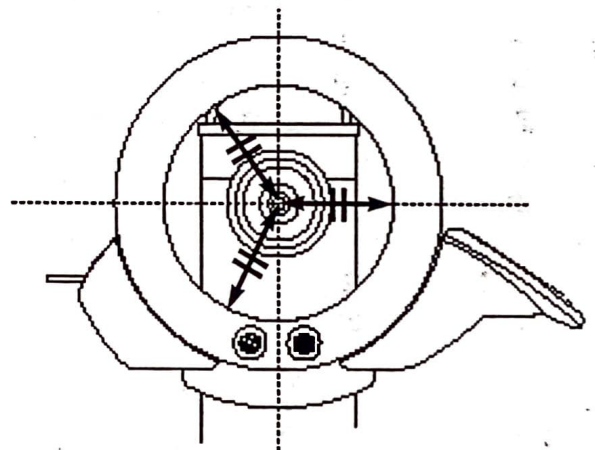

Fig 5.6 - Le pilote doit être centré sur l'axe de barre
6. A ce stade, nous vous conseillons de serrer modérément les colliers et de mettre en place provisoirement le pilote et la barre afin de vérifier le bon parallélisme et le centrage de l'ensemble. Le cercle défini par le pilote doit être centré sur l'axe de barre (mesurer le rayon en trois points fig 5.6). Il faut aussi s'assurer que le pilote est bien parallèle à la barre (vu de dessus et de côté). Le plus simple est de le plaquer contre la barre et vérifier qu'il touche tous les rayons. Desserrer les colliers pour ajuster la position du support si nécessaire.